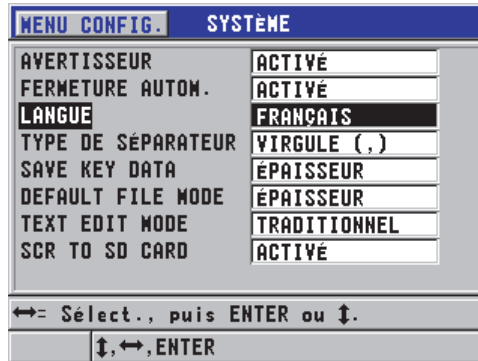

Figure 4-1 Écran SYSTÈME
2. Dans l'écran **SYSTÈME**, faites ce qui suit (voir la Figure 4-1 à la page 56) :